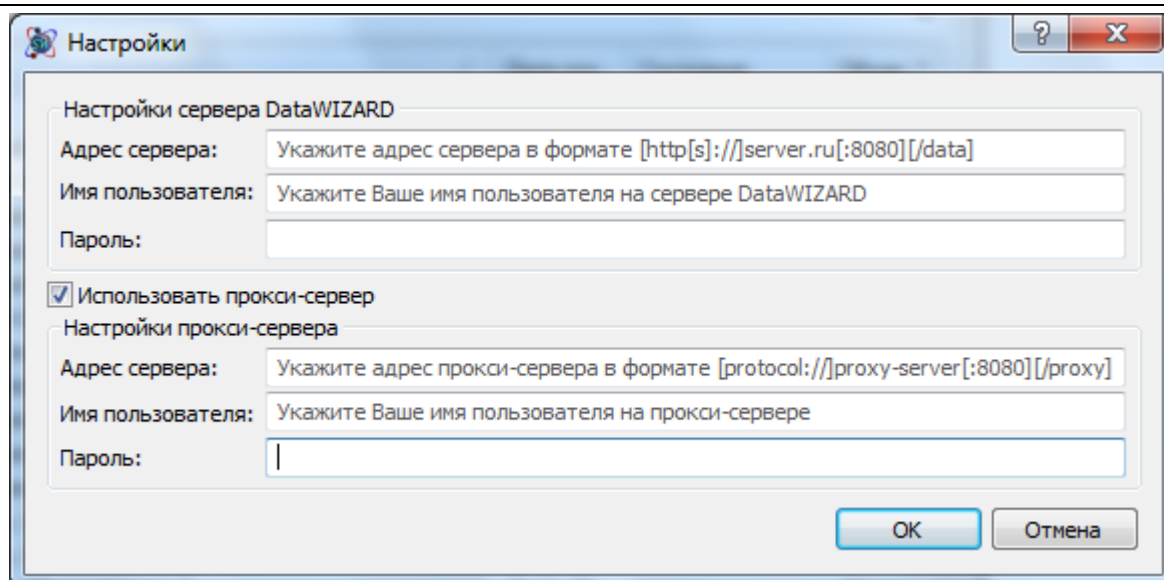

Рис. 6.27 Диалоговое окно Настройки подключения
3. В открывшемся диалоговом окне *Настройки* (рис. 6.27) задать параметры подключения: